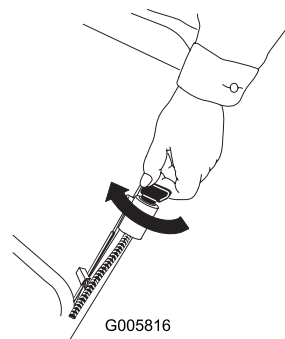
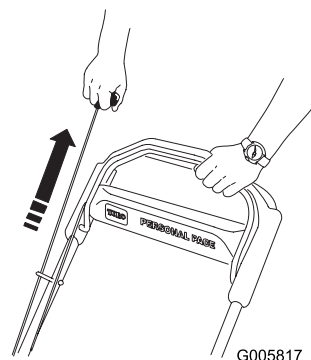

Figure 17
Figure 18
3. Mettez le moteur en marche avec la clé de contact (modèle 20656 uniquement) (Figure 17) ou le lanceur (Figure 18).